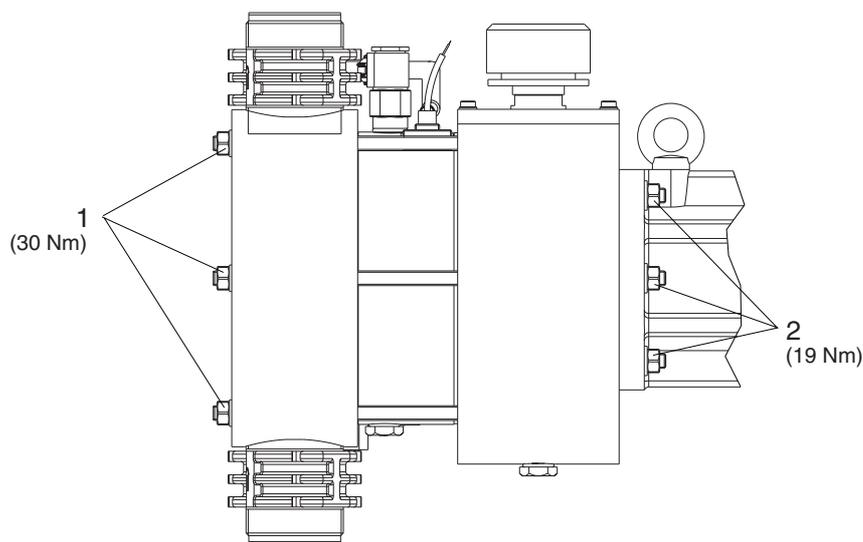

Fig. 18 Module de dosage à membrane hydraulique Makro/ 5 (M5Ha)
- Pour les modules de dosage à membrane hydraulique (M5Ha) (voir Fig. 18) :